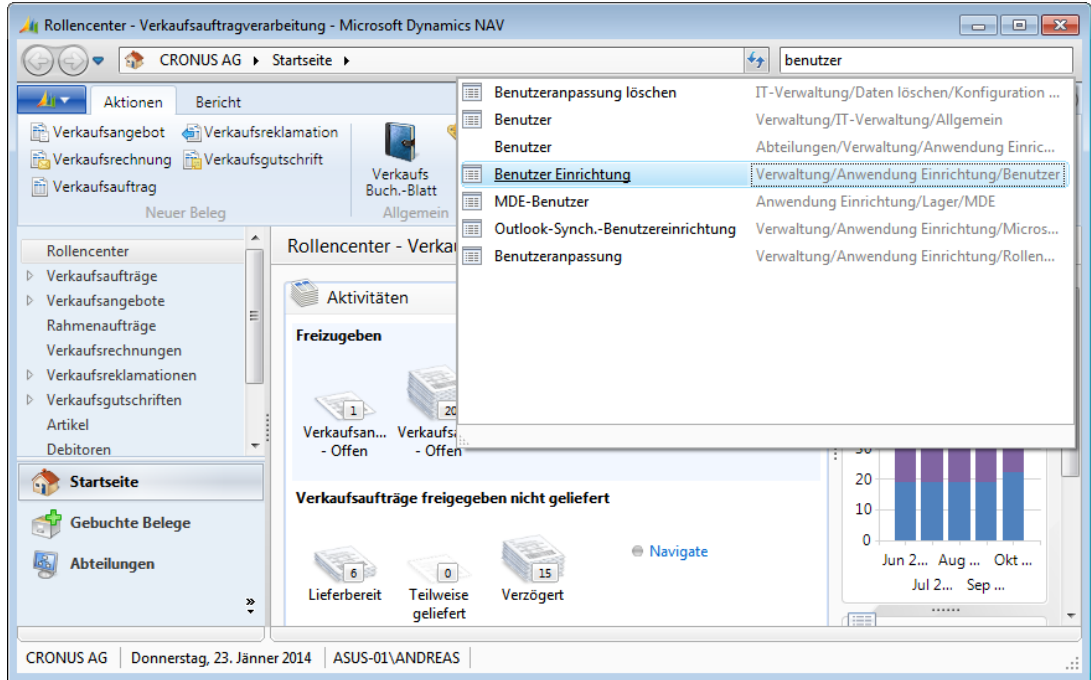

Abbildung 3.1 Aufruf der Benutzer-Einrichtung über das Suchfeld
3. Alternativ können Sie die Seite zur Benutzer-Einrichtung auch öffnen, indem Sie das Suchfeld rechts in der Adressleiste über einen Klick in das Feld oder die Tastenkombination **[Strg] + [F3]** aktivieren, den Begriff »benutzer« eintragen und den Link *Benutzer Einrichtung* im Suchergebnis wählen (siehe Abbildung 3.1).